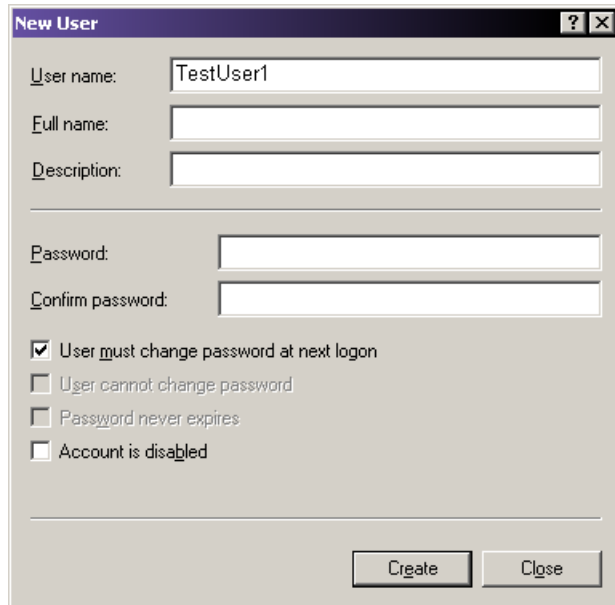

图 8.11 新建用户对话框
4. 右击 **Users**（用户）并选择 **New User**（新建用户）。New User（新建用户）对话框打开（图 8.11）。